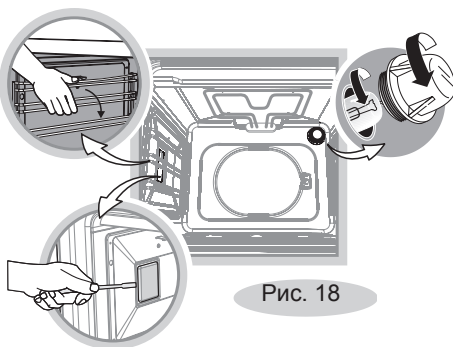

Рис. 18
- Открутите стеклянный плафон (рис. 18).
- Плафон боковой подсветки, при наличии, снимается с небольшим усилием. (рис. 18).